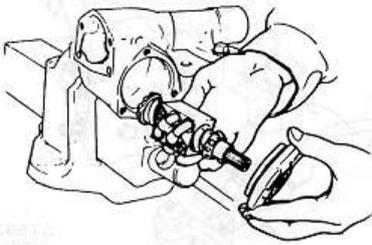

Fig. ST-18 Extraction de l'ensemble vis-écrou
4. Déposer la ou les cales de réglage du roulement et l'ensemble vis-écrou. Voir fig. ST-18.